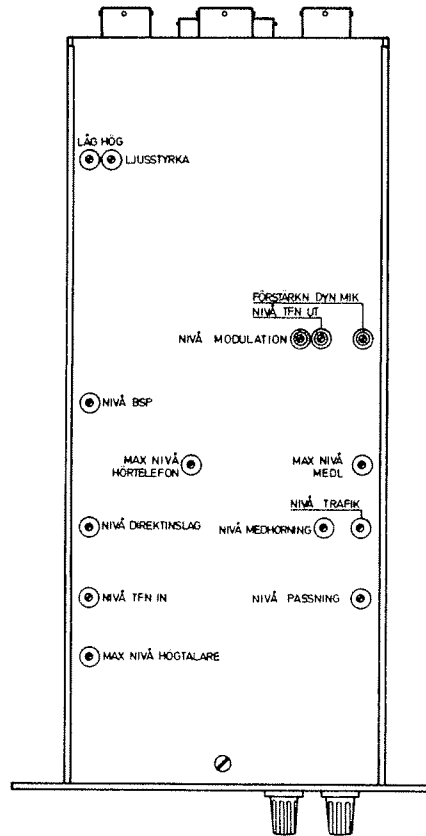

Bild 29. Betjäningseenhet översida
6.4.4.4 Vid behov, justera med potentiometern MAX NIVÅ MEDL på betjäningenshetens översida. Se bild 29.